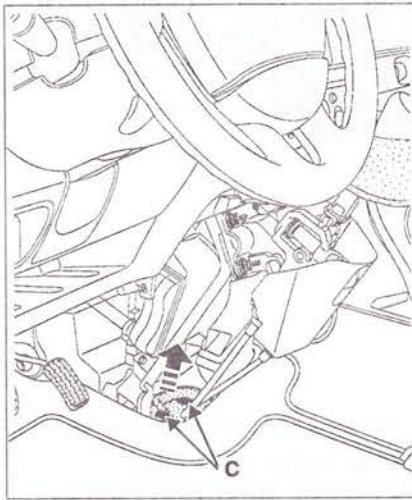

Рис. 5.92. Приподнимите защитный материал, чтобы отвернуть две гайки **C** крепления направляющей тросов выбора и переключения передач.
4. Приподнимите защитный материал, чтобы отвернуть две гайки **C** крепления направляющей тросов выбора и переключения передач (рис. 5.92).